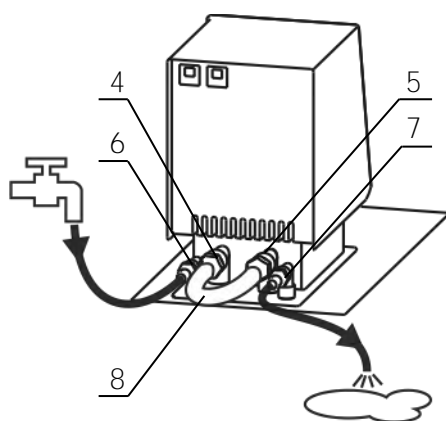

Рисунок 3 — Установка перемычки и подача воды
2.2.5 Соединить входной 4 и выходной 5 штуцеры насоса блока регулирования с помощью шланга-перемычки 8 (рисунок 3) и хомутов из комплекта поставки блока регулирования.
2.2.7 Для работы термостата при температурах теплоносителя, близких к окружающей температуре, может потребоваться дополнительное охлаждение с помощью встроенного теплообменника. В этом случае необходимо подключить термостат к водопроводной сети или специальному холодильному устройству при помощи шлангов, присоединенных к штуцерам теплообменника 6 и 7 (рисунок 3). Поток охлаждающей жидкости должен быть равномерным и, по возможности, небольшим. Дополнительное охлаждение не требуется, если температура теплоносителя выше температуры окружающей среды более чем на 20 °С.